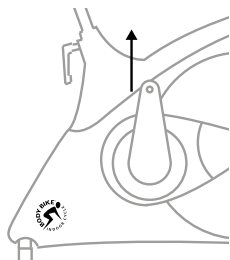

Рис. 11
1. Поместите правый pedalный рычаг, чтобы гнездо крепления было направлено вверх (см. рис. 11).